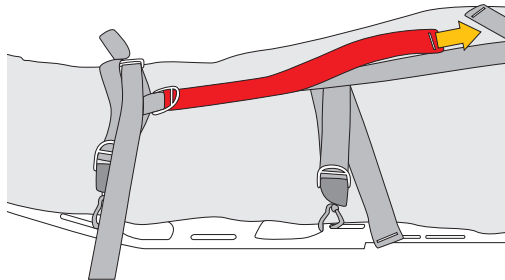

Fig.15
e) concludere l'immobilizzazione agendo sulla chiusura longitudinale (fig. 15),